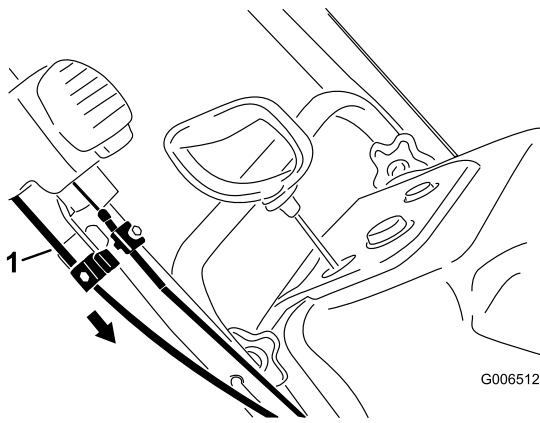

Figure 34
4. Maintenez l'éjecteur dans cette position, tirez sur la gaine du câble inférieur pour tendre le câble complètement, puis serrez la vis du serre-câble solidement (Figure 34).